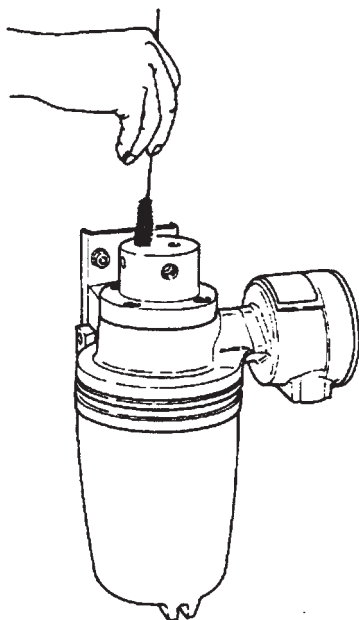

图5.1 清洗振子
- (1) 关闭阀门BV1和NV4，并打开NV2和NV3。
- (2) 连接空气管道与针形阀NV2的出口。在针形阀NV3的排水端通过吹入0.05MPa G空气吹扫振子中的样液。
- (3) 拆去标准溶液注入端(两处)管道堵头，并向振子中注入约200ml的清洗液体。
- (4) 过一会儿，装上并拧紧堵头，依（2）的方法和步骤将清洗液体吹入振子中。然后，如图5.1所示，用刷子(附件)清洗振子管道的内侧。